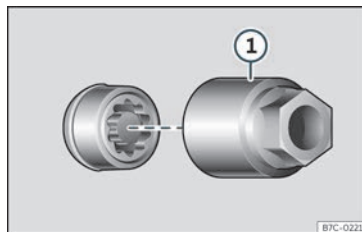

Fig. 36 Vite antifurto con cappuccio ed adattatore.
- Inserire l'adattatore speciale»» fig. 36 ① (attrezzi di bordo»» pag. 45) nella vite antifurto della ruota fino al fermo.